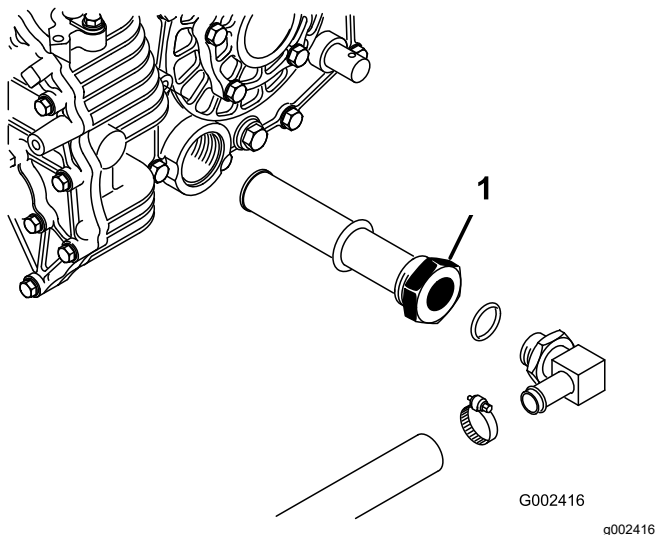

Figure 70
5. Notez l'orientation du flexible hydraulique et du raccord à 90° raccordés à la crépine sur le côté du réservoir (Figure 70).